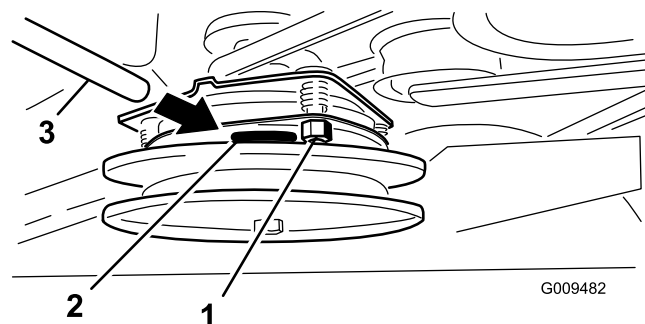

Figure 58
5. Serrez les contre-écrous jusqu'à ce la jauge d'épaisseur fléchisse légèrement mais puisse bouger facilement dans l'entrefer (Figure 58).